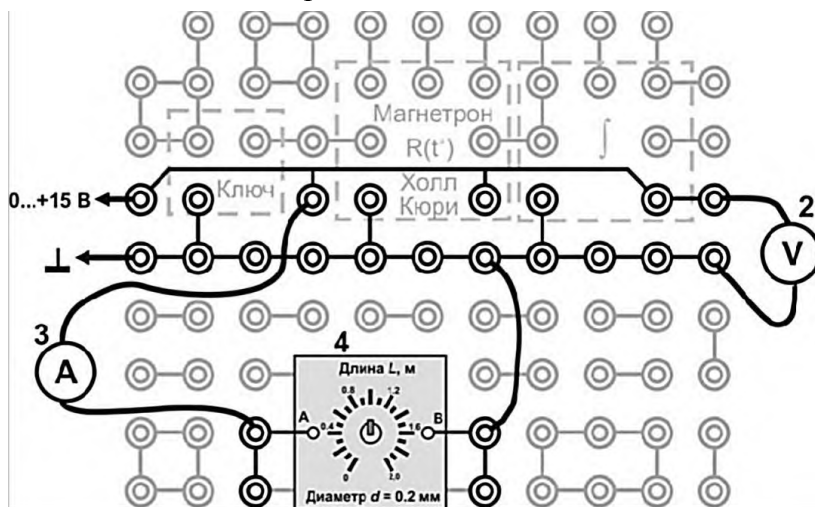

Рис. 3. Монтажная схема: 2,3,4 – см. на рис. 1
Электрическая схема технического метода показана на рис.1, монтажная - на рис.3
1. Соберите электрическую цепь (см. рис. 1) по монтажной схеме, приведенной на рис. 3.